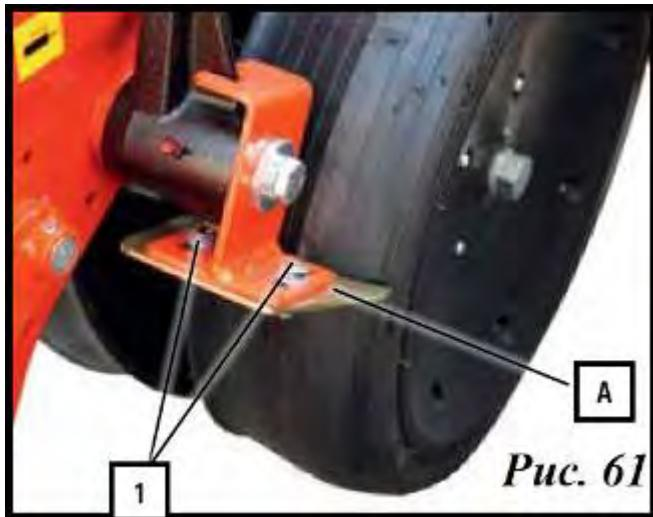

Рис. 61
- Заглубляющие катки (A, рис. 61).
Чистики на заглубляющих катках регулируются болтами (1, рис. 61). Между чистиком и катком должен быть зазор 3–4 мм.